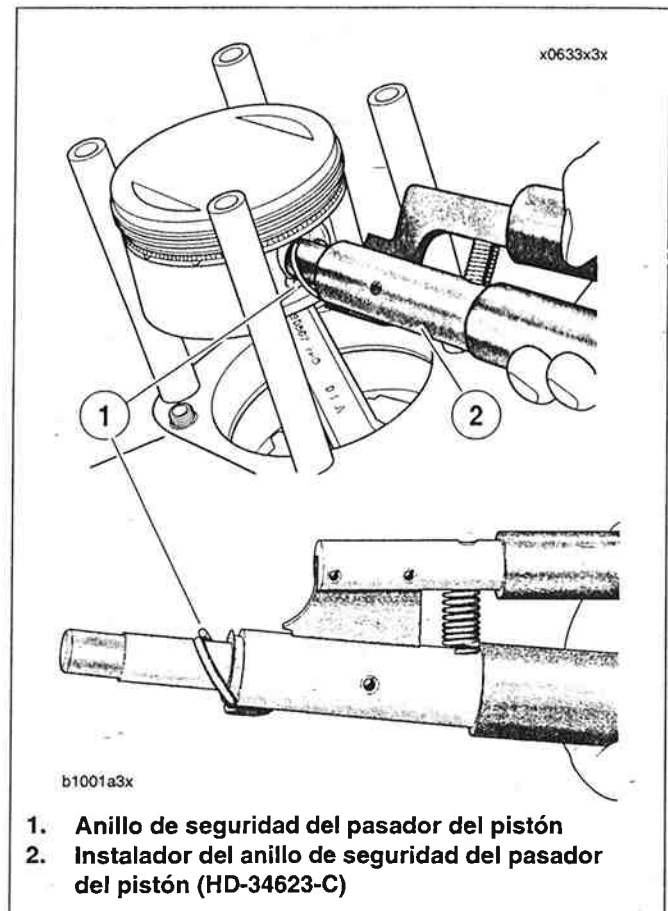

Figura 3-21. Extracción del anillo de seguridad del pasador del pistón
- Ve a la Figura 3-21. Quite el anillo de seguridad del pasador del pistón como sigue: